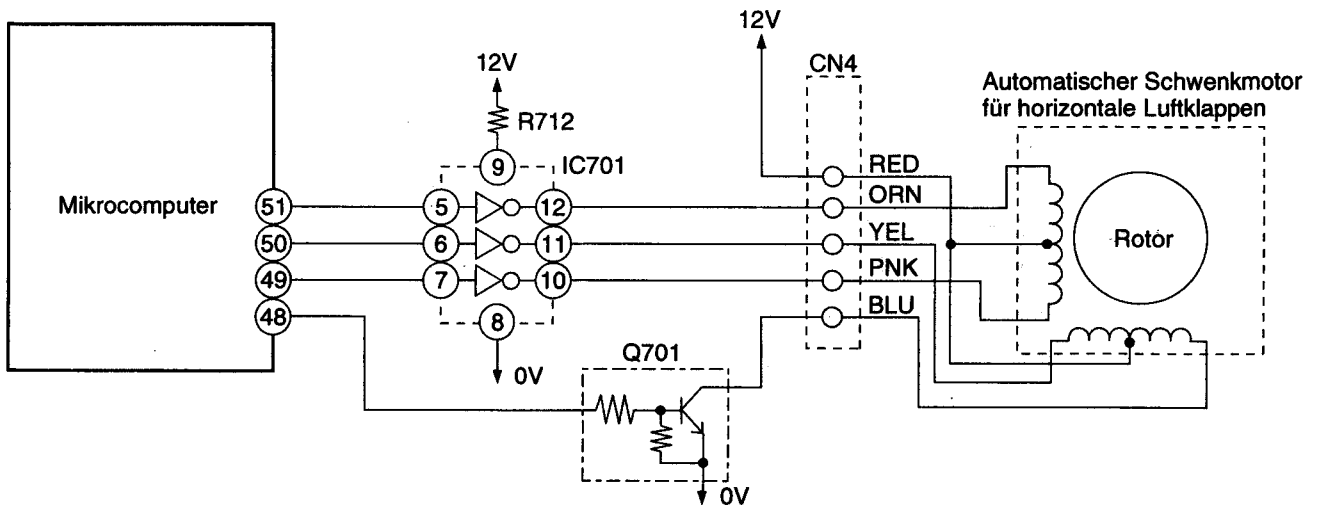

Abb. 4-1 Schaltkreis des automatischen Schwenkmotors (horizontale Luftklappen)
- Abb. 4-1 zeigt den Treiberschaltkreis des automatischen Schwenkmotors; die in Abb. 4-2 gezeigten Signale werden von den Stiften ④⑧ - ⑤① des Mikrocomputers ausgegeben.